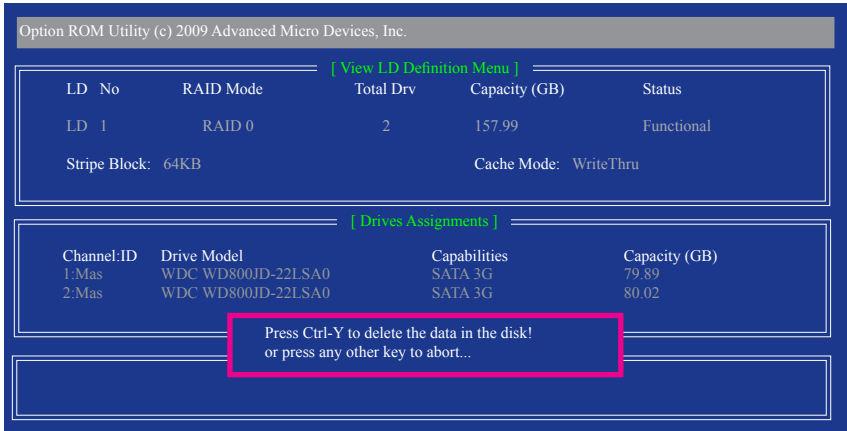

図 9
- 2. **View LD Definition Menu** が表示され (図 9 を参照)、このアレイに割り当てられたドライブを示します。中断するアレイまたは保管キーを削除する場合、<Ctrl>+<Y> を押します。